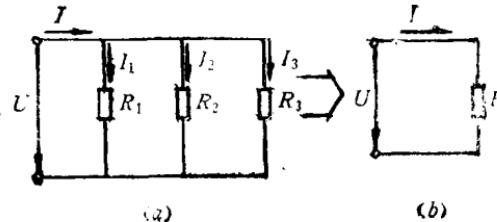

图 1-1 电阻的并联电路及其等效电路
(7) 电阻的并联：将几个电阻的首端与首端、末端与末端分别连接在一起，使作用在这几个电阻上的电压为同一个电压，则这几个电阻的连接方式称为并联，如图1-1。